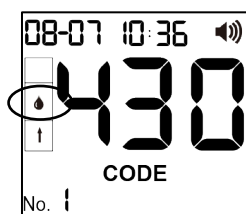

Abb. 31
- Das Blutropfensymbol blinkt, wenn das Messgerät für die Probe bereit ist. (Siehe Abb. 31)